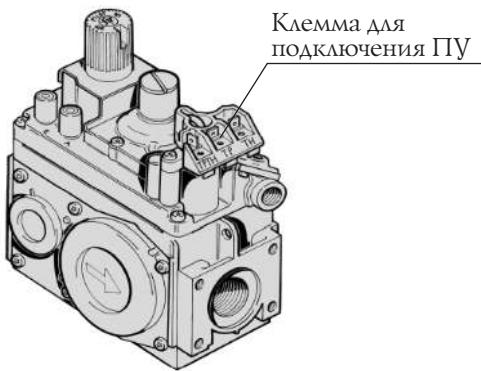
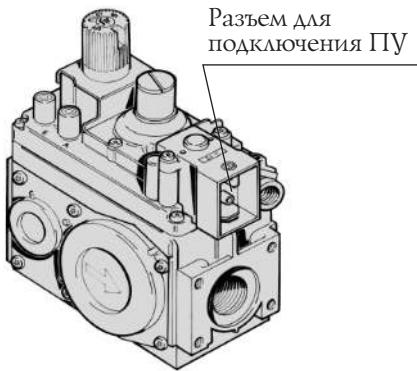

Рисунок 5. Внешний вид энергоне-
Рисунок 6. Внешний вид энергоза-
Многофункциональный регулятор подачи газа (автоматика) 820 NOVA (6) представляет собой устройство для автоматического регулирования тепловой мощности аппарата и его отключения в случае возникновения аварийных ситуаций. Автоматика 820 NOVA выпускается в энергоНЕзависимой модификации (рисунок 5), и в энергозависимой модификации (рисунок 6). В первом случае питание обеспечивается термогенератором, а во втором - от сети 220В. В зависимости от типа питания регулятор имеет разный вид клемм для подключения пульта.